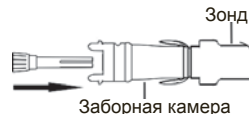

Рис. 2. Установка концевой направляющей в заборную камеру
- Применяя стандартную асептическую методику, извлеките аппликатор из упаковки и проверьте на предмет повреждений. Снимите защитный колпачок для наконечника (A).
- Вставьте концевую направляющую (B) в заборную камеру. Убедитесь, что концевая направляющая вставлена полностью. См. рис. 2.